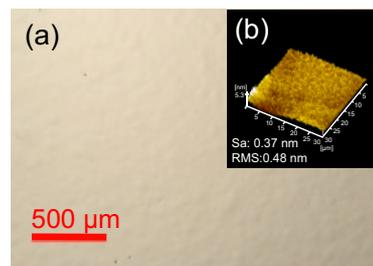
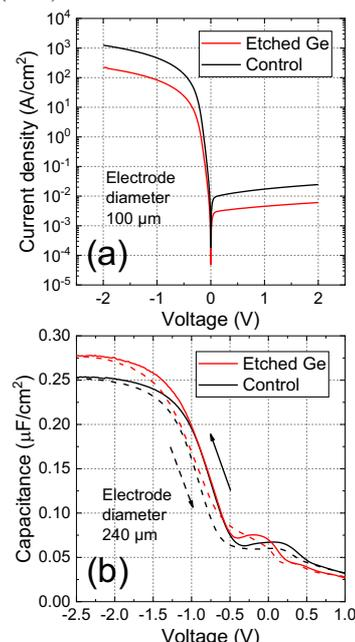

Fig. 2 (a) Optical microscope image and (b) AFM image (30×30 μm²) of back side of Ge after wet etching by HF+H₂O₂+CH₃COOH (1:1:1) solution for 20 minutes.
Fig. 3 (a) *J-V* characteristics of TiN/p-Ge Schottky contacts and (b) *C-V* characteristics of Al/SiO₂/GeO₂/p-Ge MOS capacitors on etched Ge surfaces.
3. 結果と考察 図 2 にエッチング面の(a)光学顕微鏡像および(b)AFM 像を示す。光学顕微鏡像から表面平坦性の改善が確認できる。RMS 値は 0.48 nm であり、これは研磨 Ge 面の値に匹敵する。次に、図 3 にエッチング面に作製したショットキー接合と MOS キャパシタの(a)*J-V*特性と(b)*C-V*特性をそれぞれ示す。研磨した Ge 面上に作製した試料と同等の特性を示しており、エッチングした Ge 面が良好な表面状態であることを表している。講演では、結果の詳細に加えて、エッチバック法で作製した GOI を用いた FET についても報告する。